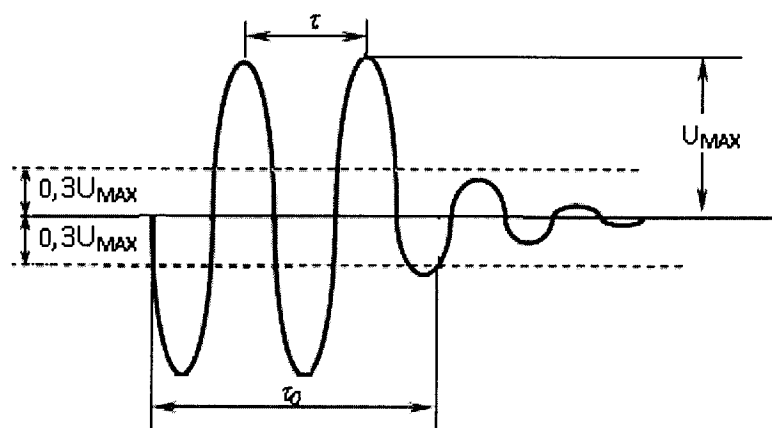

Рисунок 8.1
- е) измерить осциллографом амплитуду U_{MAX} , В, зондирующих импульсов (рисунок 8.1);
ж) измерить длительность τ_0 , мкс, зондирующих импульсов на уровне $0,3U_{MAX}$ (см. рисунок 8.1);
з) измерить осциллографом временной интервал τ , мкс, между первым и вторым максимумами зондирующего импульса (см. рисунок 8.1);